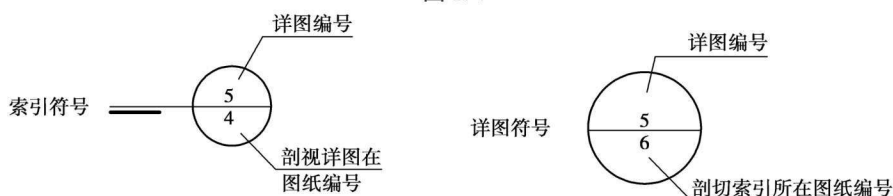

图 1.5
⑤索引的剖视详图不在同一张图纸内,如图 1.5 所示。
(2) 编制预算时需注意的问题
①墙身节点详图: